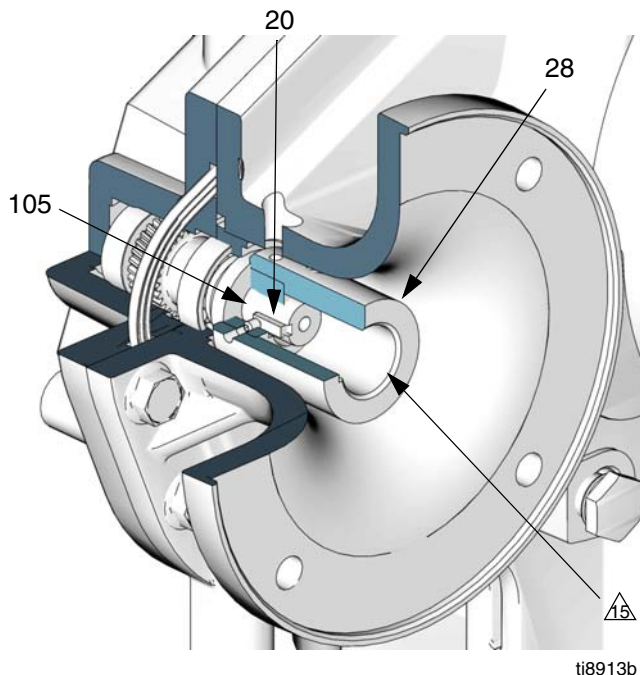

FIG. 25. Instalação do acoplamento do motor
2. Consulte a FIG. 25. Monte a chaveta (20) no rebaixo do eixo de entrada (105). Monte os dois parafusos (31) no acoplamento (28), garantindo que eles não atinjam o rebaixo nem o furo do eixo de entrada do acoplamento.